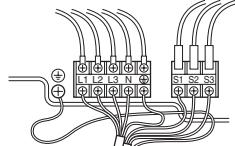

Fig. 6-2
6.1. Наружный прибор (Fig. 6-1, Fig. 6-2)
① Снимите защитную панель.
② Подсоедините кабели, как указано на Fig. 6-1 и Fig. 6-2.